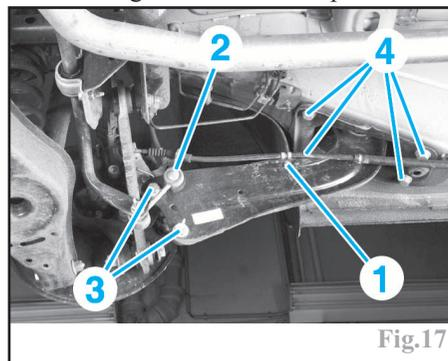

Fig.17
- la vis (1) du collier de bridage du câble de frein de stationnement sur le bras (Fig.17).
- l'écrou de la biellette de liaison (2) de la barre stabilisatrice sur le bras et les désaccoupler.
- les vis de fixation (3) du bras longitudinal sur le porte-moyeu.
- les vis de fixation (4) de palier sur la caisse.
-mettre en place les vis de fixation neuves (3) du bras sur le porte-moyeu et les presser (Fig.17).
- la vis (1) du collier de bridage du frein de stationnement sur le bras longitudinal (Fig.17).
- les vis de fixation (4) du palier du bras longitudinal sur la caisse.